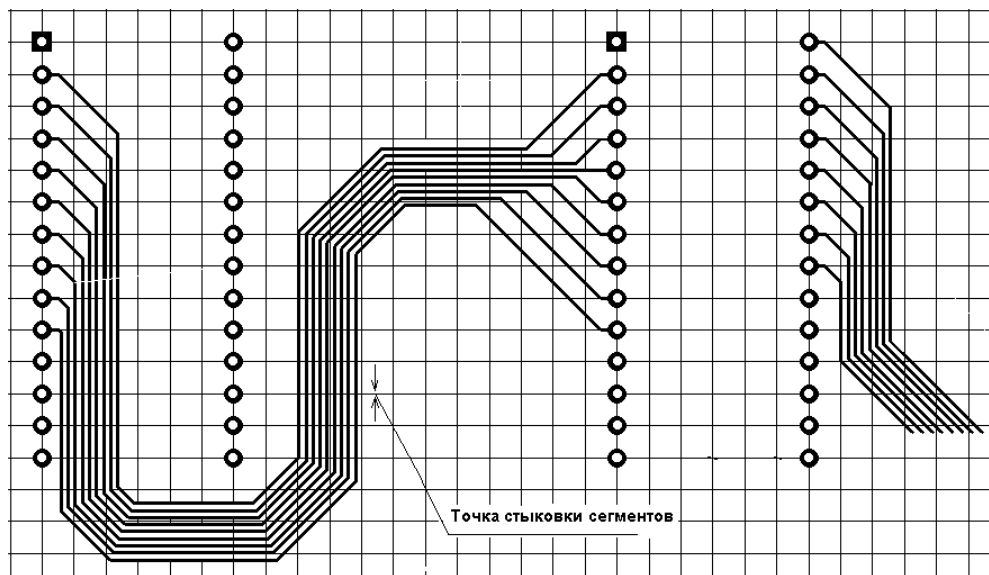

Рис. 6.9. Пример разводки групповых трасс
Один из приемов стандартной интерактивной трассировки — разводка функционально однородных цепей (шин адреса и данных ПК и микроконтроллеров, устройств памяти и т. п.) Разводка таких множественных трасс состоит из двух фаз: формирования веера при уходе трассы от контактов компонента и дальнейшей разводки групповой трассы (рис. 6.9).
4. Нажать левую кнопку мыши и, не отпуская, начать прокладку групповой трассы. Печатные проводники групповой трассы собираются веером под наклоном 45°. Форма веера меняется в зависимости от направления перемещения курсора — параллельно линии размещения контактов или перпендикулярно этой линии (рис. 6.9).
Собрав проводники веером в стартовой точке, программа не в состоянии развести их веером в точке конечного назначения. Выход — поочередно провести трассу с двух концов и состыковать встречные сегменты одноименных цепей торец в торец (см. рис. 6.9).